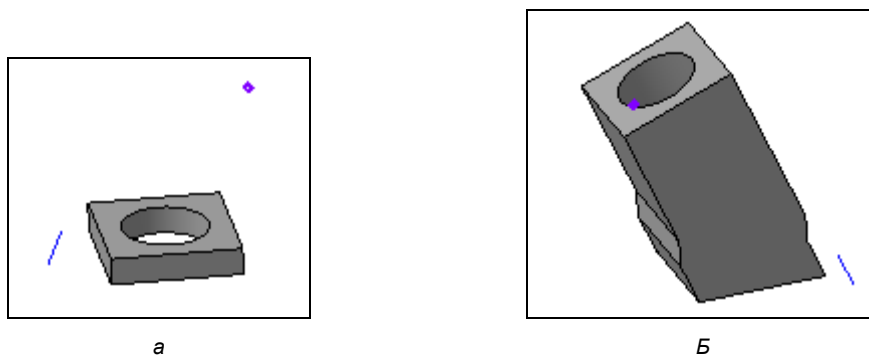

Рис. 4.26. Модель: а — исходная; б — после проведенных операций
В версии 13 возможно отсечение плоскостью при выдавливании до вершины. Для этого создайте модель квадратной пластины с отверстием, отрезок прямой и точку на любом расстоянии (рис. 4.26, а).
- ◆ нажмите кнопку **Создать объект** . У вас должен получиться результат, подобный представленному на рис. 4.26, б. Вы можете изменить толщину исходной модели. При этом остальные операции выдавливания останутся без изменения.